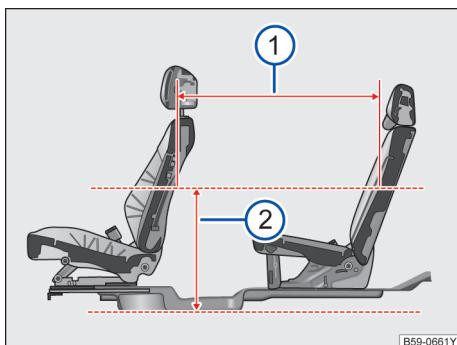

图 96 座椅座间距
当前排座椅前后位置: 座椅最后往前滑动 127mm, 高度及靠背角都处于设计位置; 后排座椅位于设计位置时, 在距离地板位置 620mm 处→图 96②, 座间距为 898mm→图 96①。